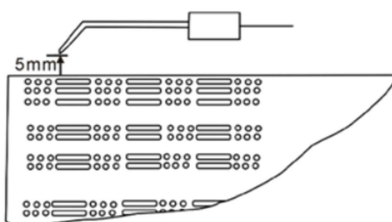

Fig. 5
- 4.5.2. Contrôlez la position de l'électrode de démarrage (voir Fig. 5).